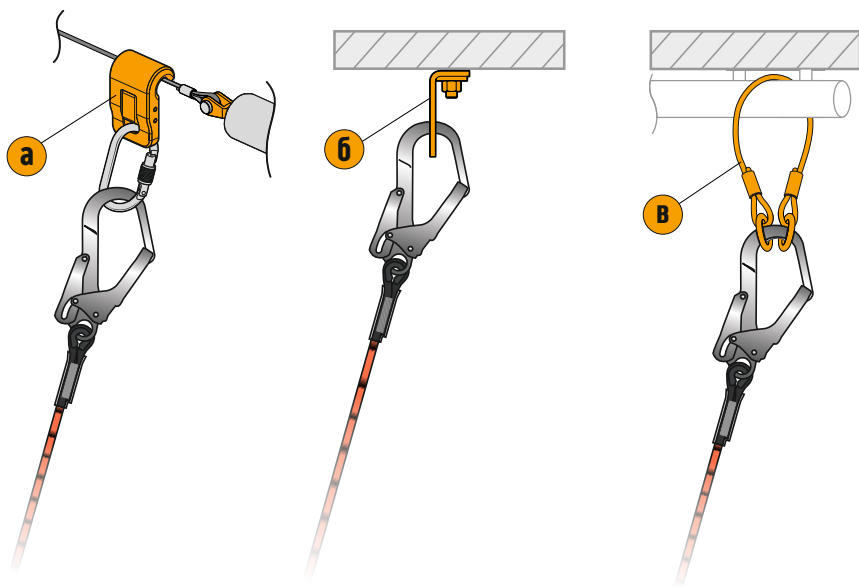

Рис. 11 Крепление одноплечевого стропа к анкерным точкам (а, б) и анкерной петле (в).
4. Соединить строп противоположной стороной с мобильной анкерной точкой (**рис. 11а,12**), стационарной анкерной точкой (**рис. 11б**) или анкерной петлей (**рис. 11в**).